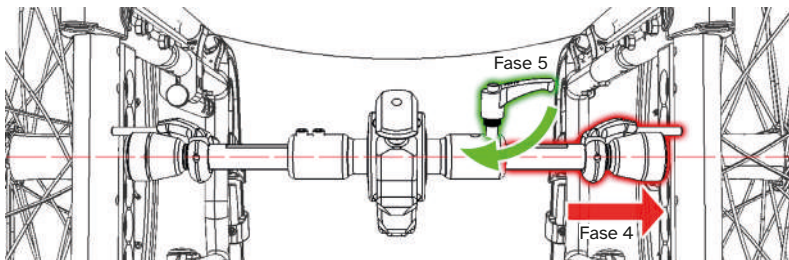

Figura 19
4. Estendere il Perno Telescopico fino a raggiungere la massima estensione possibile tra le ruote della carrozzina (Figura 19).
5. Stringere la Leva di Serraggio per fissare il Perno Telescopico in posizione (Figura 19).